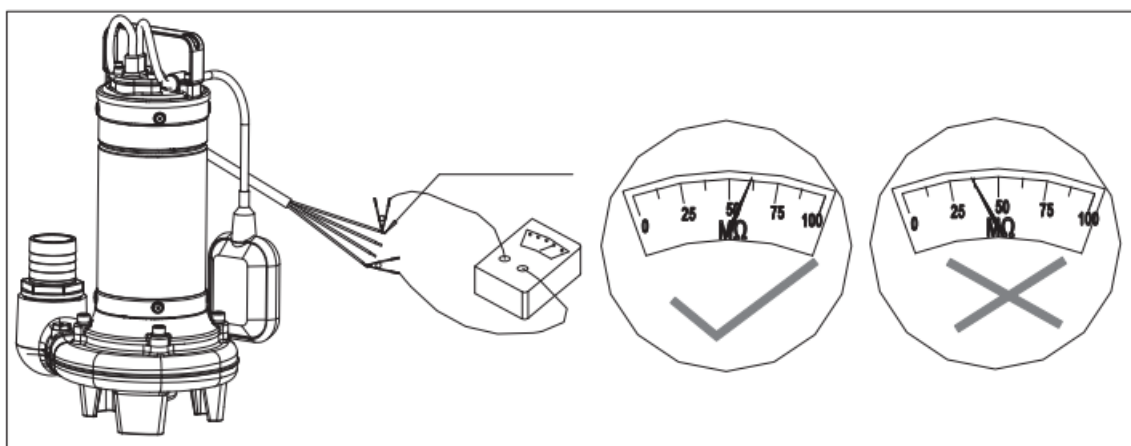

Figura 2 - Medição do isolamento
- Antes de iniciar a instalação, deve ser verificada a resistência de isolamento do equipamento, que deve estar maior que 50MΩ, conforme figura 2;